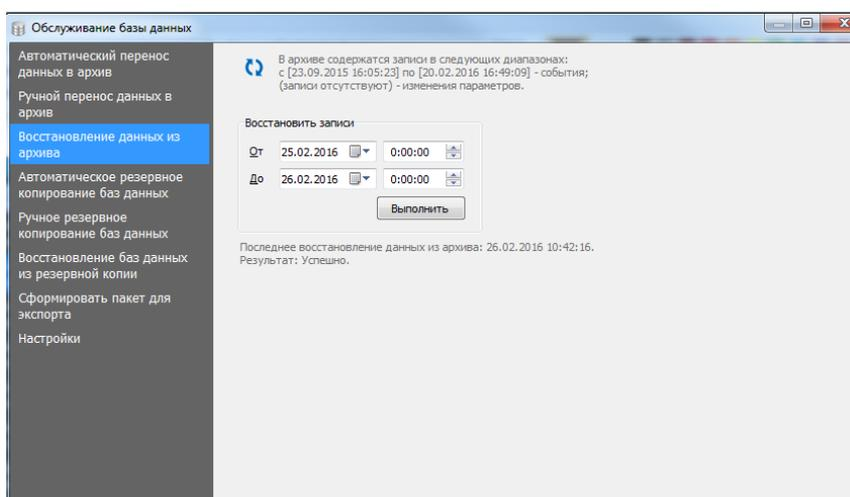

Рис. 6 Вкладка **Восстановление данных из архива**
1. Перейти на вкладку **Восстановление данных из архива** (Рис. 6);